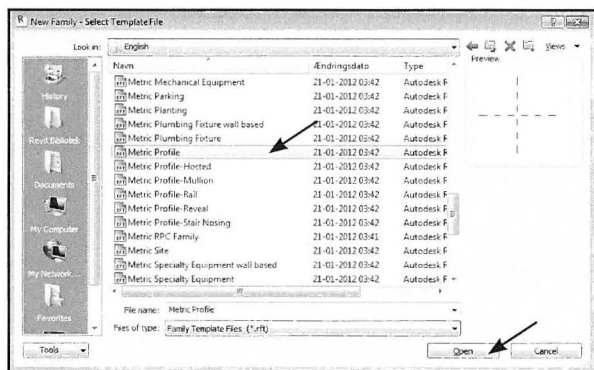

Fig. 14.20. *Metric Profile Template* anvendes.
- Vælg igen *Metric Profile* (Fig. 14.20).